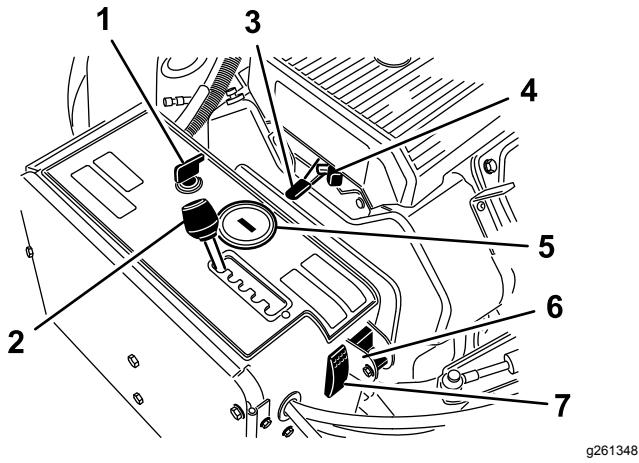

Figura 14
Utilize o interruptor de ignição (Figura 14) para ligar e desligar o motor. O interruptor tem 3 posições:
Mova a alavanca de espaçamento do arejador (Figura 14) para o intervalo entre furos pretendido ou para T para transporte.
Utilize a alavanca do acelerador (Figura 14) para controlar a velocidade do motor. Deslocar a alavanca do acelerador para a frente aumenta a velocidade do motor (posição RÁPIDO); Deslocar para trás diminui a velocidade do motor (posição LENTO). A velocidade do motor regula a velocidade da cabeça de perfuração e controla a velocidade da máquina.
- Quando o motor é desligado, o contador de horas/conta-rotações (Figura 14) apresenta o número de horas que o motor trabalhou.
Utilize o ar quando ligar um motor frio (Figura 14).
Rode o dispositivo para a posição em baixo para desligar a função TrueCore (Figura 14). Retire o parafuso para ter acesso ao dispositivo manual.
Prima o interruptor de reinicialização do sistema (Figura 14) para subir a cabeça de perfuração, se a máquina ficar desativada (por exemplo, a máquina fica sem combustível).